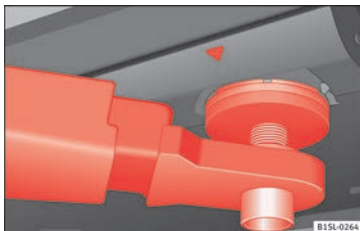
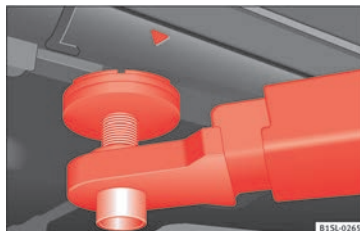

Fig. 231 Løftepunkter foran til løft af bilen med lift eller donkraft
Fig. 232 Løftepunkter bag til løft af bilen med lift eller donkraft
Bilen må kun løftes på de punkter, der er vist på billederne » Fig. 231 og » Fig. 232. Hvis du ikke løfter bilen på de viste steder, kan det forårsage skader på bilen » ❶ og alvorlige kvæstelser » ❶.
• Løft kun bilen på de punkter, der er vist på billederne » Fig. 231 og » Fig. 232. Hvis bilen ikke løftes på de viste løftepunkter, kan bilen falde ned fra liften, fx når motoren eller gearkassen afmonteres.
❶ FORSIGTIG